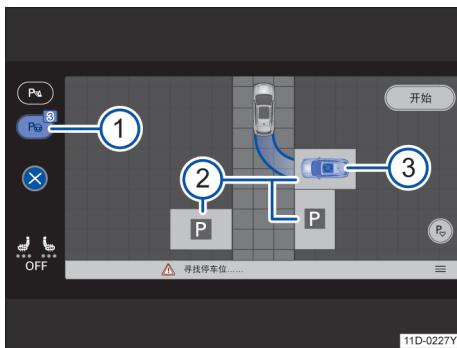

图 117 信息娱乐系统：选择停车位（示意图）
泊车辅助系统自动选择一个停车位，并在信息娱乐系统中作为首选停车位（蓝色车辆）显示在→图 117 ② 或 ③ 处。
在功能按键  上显示识别到的停车位数量→图 117 ①。
- 在信息娱乐系统屏幕上点击所需的停车位→图 117 ②。
如果当前停车位的泊车模式可以更改，便会显示 ⓘ 符号→图 117 ③。